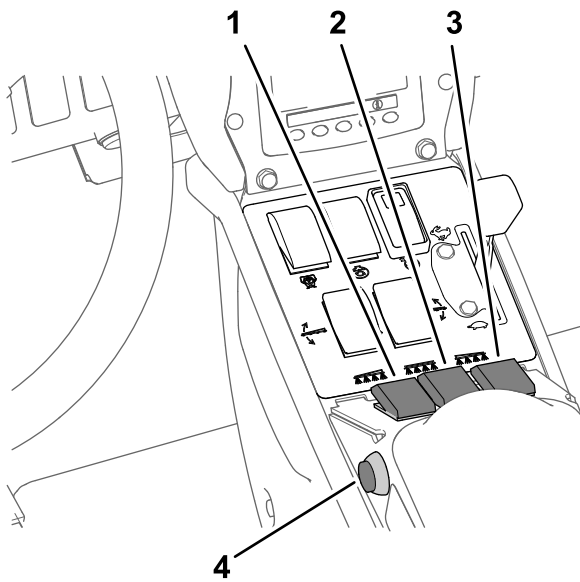

Bild 41
7. Stellen Sie die Sprühabschnittsschalter in die EIN-Stellung (Bild 41).
10. Fahren Sie mit der gewünschten Geschwindigkeit und stellen Sie den Hauptabschnittsschalter in die EIN-Stellung, um mit dem Sprühen zu beginnen (Bild 41).
3. Stellen Sie den Hauptabschnittsschalter in die AUS-Stellung, siehe Bild 41 in Sprühen im Dosierungsmodus \(Seite 38\).
7. Stellen Sie die Schalter der einzelnen Abschnitte nach Wunsch in die EIN-Stellung, siehe Bild 41 in Sprühen im Dosierungsmodus \(Seite 38\).
9. Fahren Sie mit der gewünschten Geschwindigkeit und stellen Sie den Hauptabschnittsschalter in die EIN-Stellung, um mit dem Sprühen zu beginnen, siehe Bild 41 in Sprühen im Dosierungsmodus \(Seite 38\).